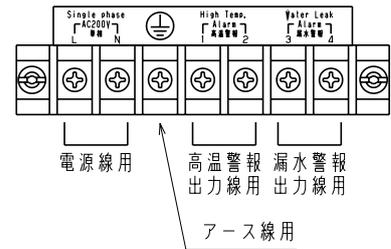

図5 端子台の構成
- ・端子台への接続は、圧着端子（絶縁キャップ付など）を用いて指定の端子へ確実に行ってください。（図5）
- ・端子台にあるアース端子を利用して、本体のアース接続を必ず行ってください。（図5）